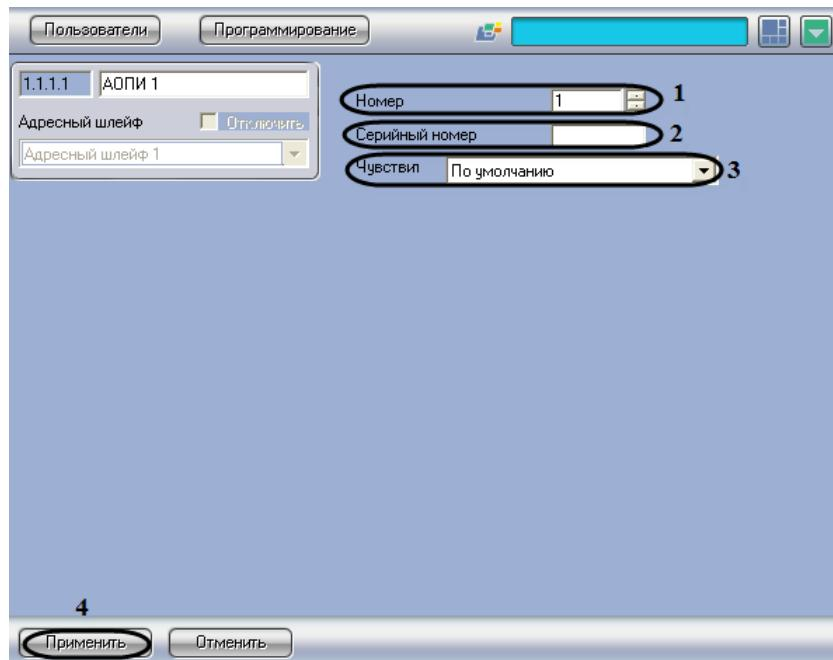

Рис. 3.5—10 Панель настроек объекта АОПИ
- В поле **Номер** необходимо с помощью кнопок **вверх-вниз** ввести порядковый номер в списке устройств (см. Рис. 3.5—10, 1).
- В поле **Серийный номер** необходимо ввести серийный номер устройства (см. Рис. 3.5—10, 2).